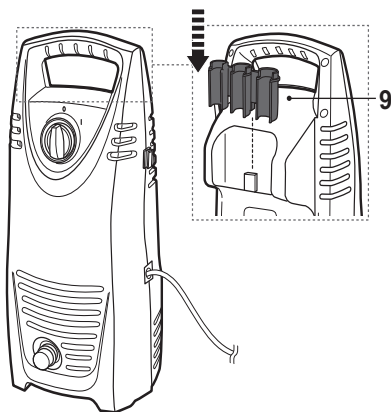

Рис. 2
- > Подсоедините держатель для принадлежностей (9) к изделию (Рис. 2).